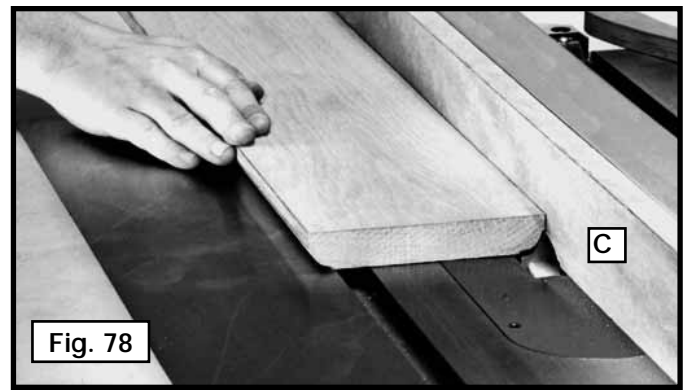

Fig. 78
1. Usted puede conectar fácilmente un cabezal portacuchilla para moldura (A) ensamblado con el eje de la sierra. **Además, se debe usar el inserto para mesa de cabezal portacuchilla para moldura (B) en lugar del inserto para mesa estándar.**
2. Cuando use el cabezal portacuchilla para moldura, agregue un revestimiento de madera (C) al frente de la guía de corte (Fig. 78). El revestimiento de madera se sujeta a la guía con tornillos, a través de los orificios que se hacen en la guía. Cualquier material de 19,05 mm (3/4") de espesor es adecuado para la mayoría de los trabajos, aunque algunos trabajos pueden requerir revestimientos de 25,40 mm (1").
3. Coloque el revestimiento de madera sobre el cabezal portacuchilla, que debe estar por debajo de la superficie de la mesa. Encienda la sierra y levante el cabezal portacuchilla. El cabezal portacuchilla corta su propia ranura en el revestimiento de madera. La Fig. 78 muestra una operación para moldura típica.